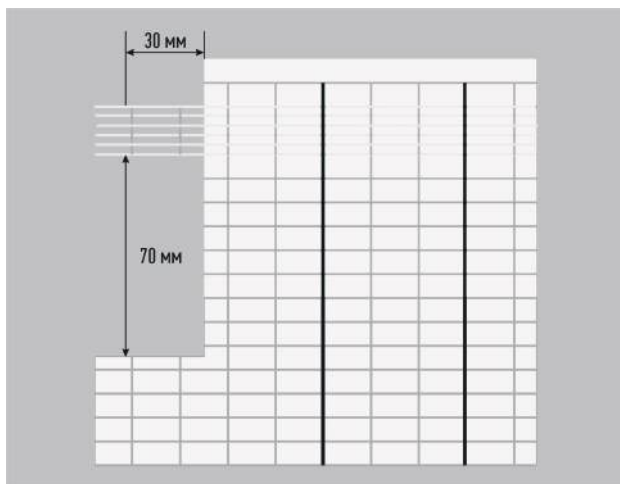

Рис. 7
9. Подготовьте полотно: снимите защитную пленку в местах присоединения проводов, для этого надо прорезать полотно вдоль серебряной шины с двух сторон на глубину 3 см, приподнять полосы пленки над шиной и отрезать их ножницами или ножом (следите за тем, чтобы режущий инструмент не повредил шину) и очистить шину от обрывков нагревательного элемента и сетки (рис. 7).